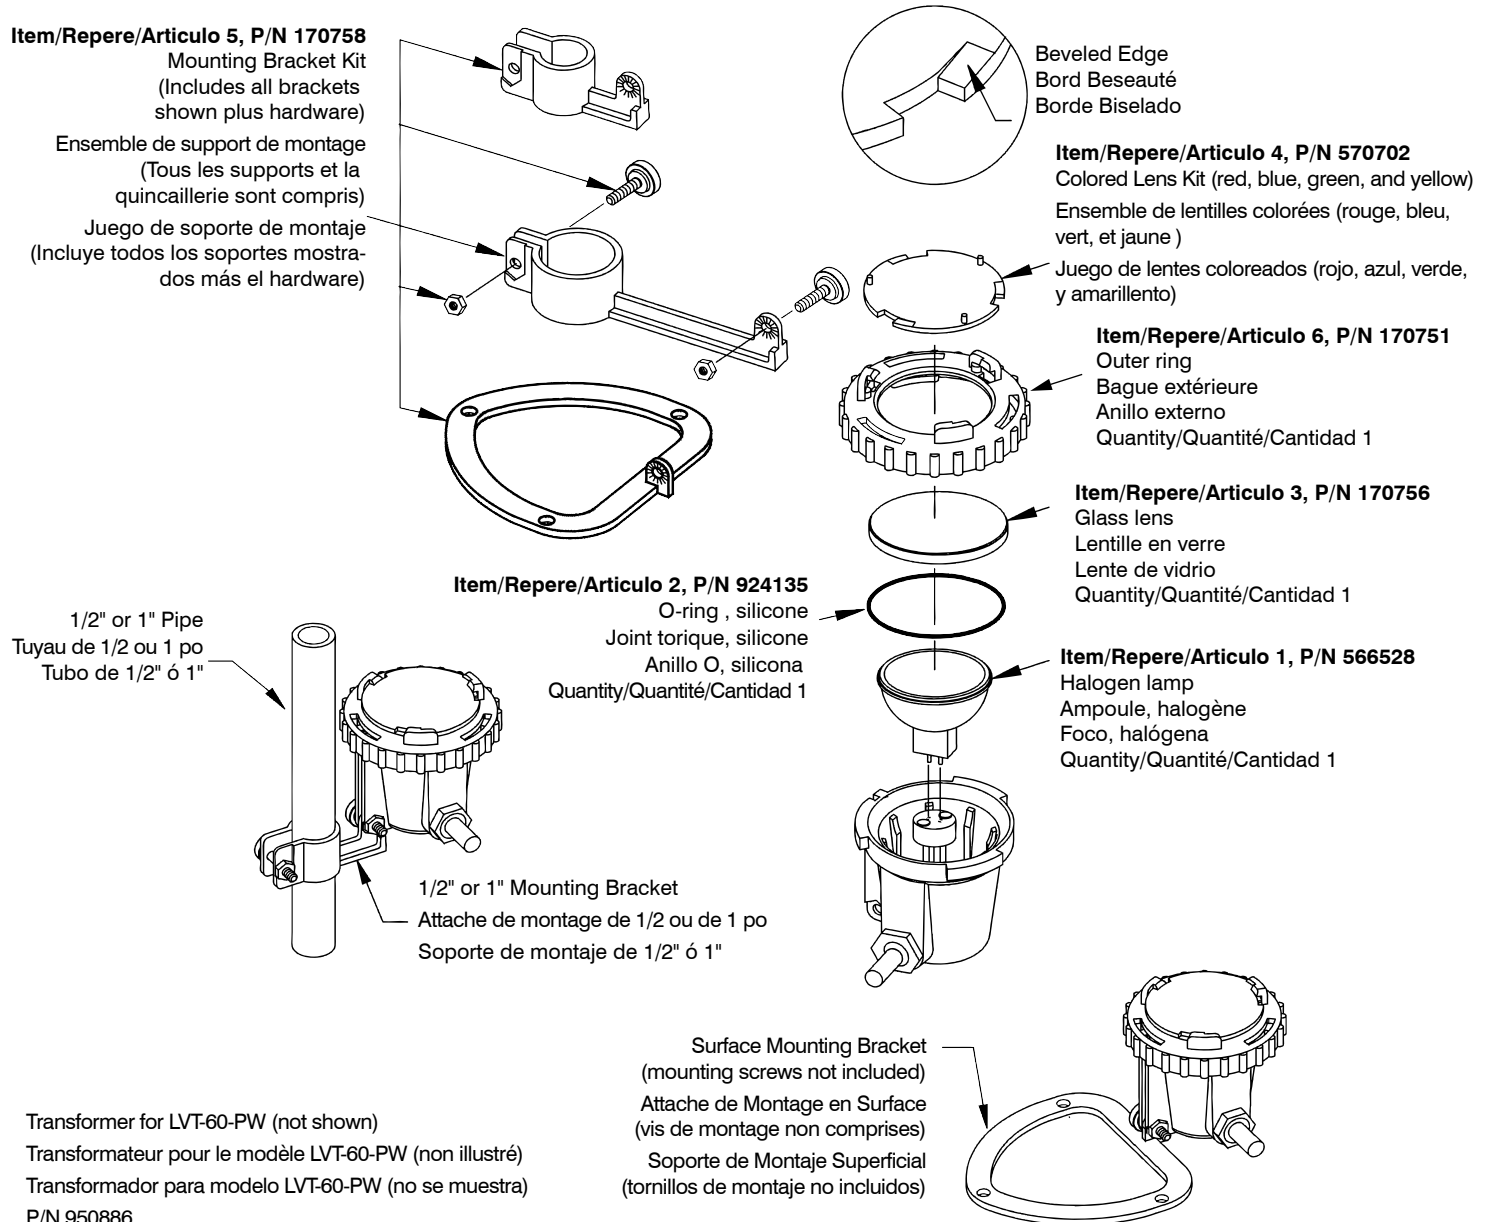

FIGURE 1 • FIGURE 1 • FIGURA 1
- To install colored lens, press the desired lens into the front of the outer ring as shown in the illustration and rotate the lens clockwise until it is snug. **NOTE:** The colored lens can only be installed with the beveled edge facing away from the light (Figure 1). Do not remove the clear glass lens.
- Insert new lamp into socket as shown in Figure 1. DO NOT touch the lamp; only touch the reflector. Touching the lamp may shorten its life.
7. Pour installer des lentilles de couleur, insérer la lentille désirée dans l'anneau extérieur tel qu'illustré et tourner celle-ci dans le sens des aiguilles d'une montre en serrant légèrement. **NOTE** : Les lentilles de couleurs doivent absolument être installées avec les bords biseautés à l'opposé de la source de lumière (Figure 1). Ne pas enlever les lentilles claires de verre.